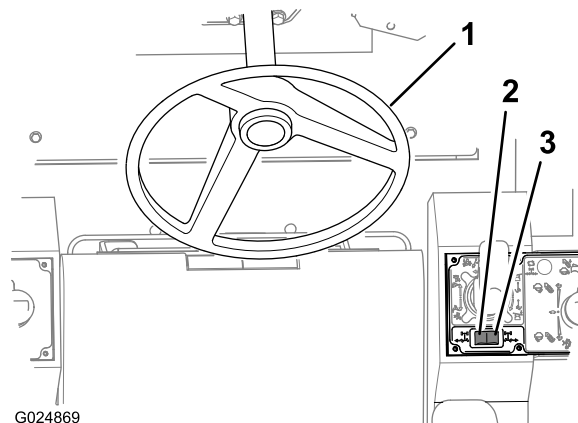

Figura 41
Use o volante para controlar a direção das rodas dianteiras (Figura 41).
- Empurre o interruptor para a direção das rodas traseiras (Figura 41) na metade direita da chave, para girar as rodas traseiras à direita (giro à esquerda).
- Empurre o interruptor para a direção das rodas traseiras (Figura 41) na metade esquerda da chave, para girar as rodas traseiras à esquerda (giro à direita).